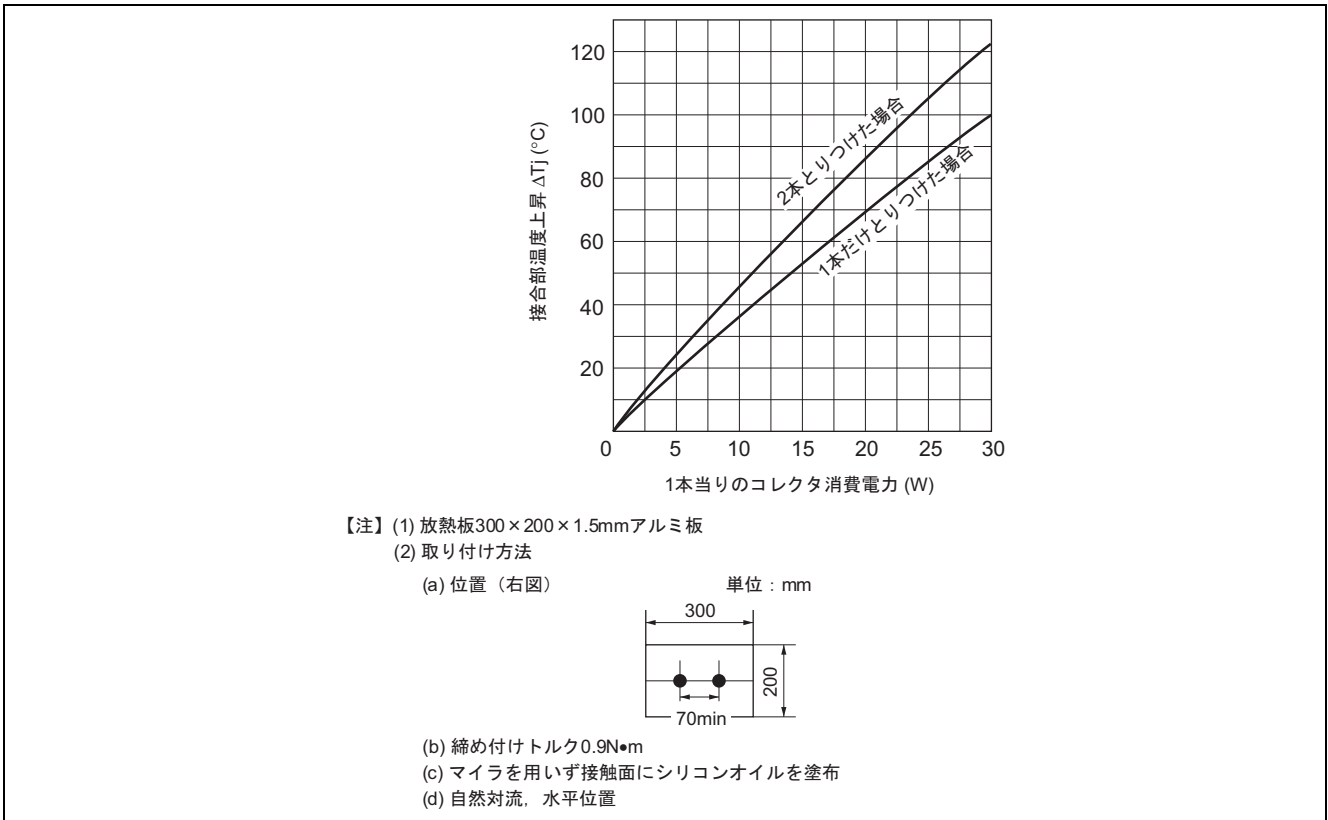

図 9 放熱板に半導体デバイスを 2 個取り付けた場合
(12) その他、放熱板への取り付けについての注意事項, 推奨条件
- (i) 一つの放熱板に2個以上の半導体デバイスを取り付けると、1個当たりの熱抵抗が上昇します(図9参照)。